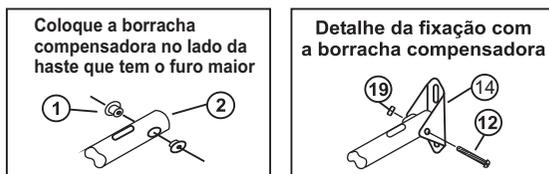

Fig.06
- Leve o ventilador até o suporte (14).
- Alinhe o furo da haste, já com a borracha compensadora colocada, com o furo do suporte e fixe com o parafuso (12) e porca (19). Conforme fig.06.